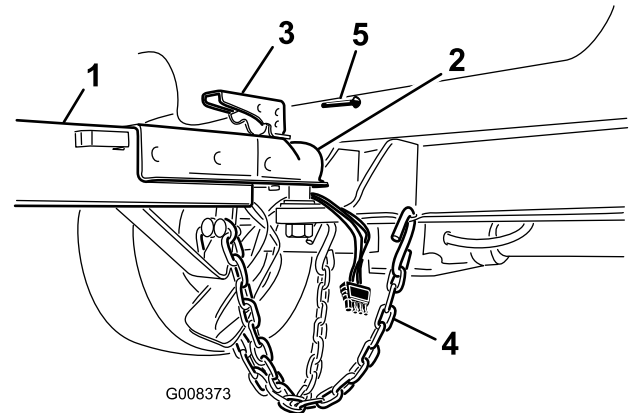

Figura 15
4. Baje el alojamiento sobre el enganche de bola (Figura 15).